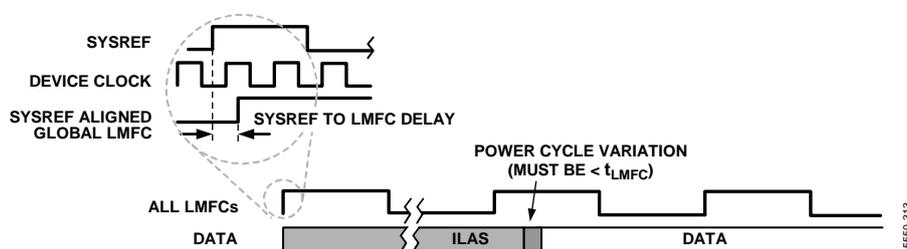

図 143. SYSREF と LMFC
トランスポート層のセクションに示すように、JESD204B プロトコルは、データ・サンプルをオクテット、フレーム、およびマルチフレームに構成します。LMFC は、これらのマルチフレームの開始時に同期します。サブクラス 1 動作では、図 143 に示すように、1 リンク内の各デバイスまたは複数リンク内の各デバイスに関し、SYSREF 信号を使用して LMFC を同期します（AD9689 内では、SYSREF は内部サンプル・デバインドも同期します）。JESD204B レシーバーは、マルチフレームの境界とバッファリングを使用して、レーン間（または複数デバイス間）の遅延が一定になるようにする他、電源のオン/オフやリンク・リセットなどの場合も遅延値が変わらないようにします。
- すべてのレーン、リンク、デバイスにおける合計遅延変動は、1 LMFC 以下でなければなりません（図 143 を参照）。これには可変遅延と、システム内のレーンごと、リンクごと、およびデバイスごとの固定遅延の差が含まれます。